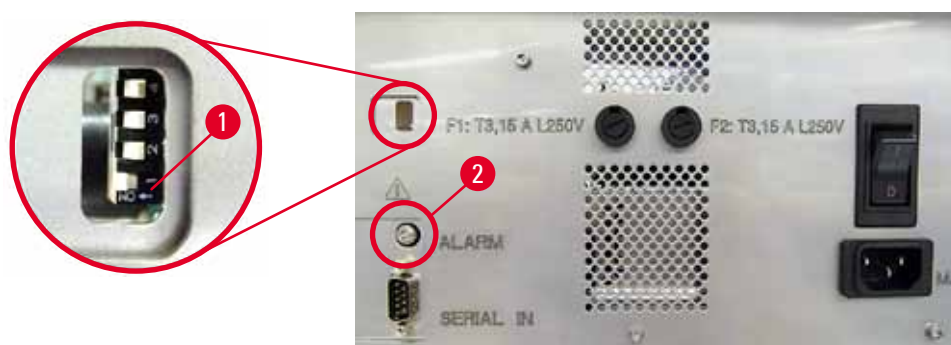

Fig. 40
- » Bipfunktionen kan deaktiveres ved at trykke på kontakten allernederst (→ "Fig. 40-1") til højre (→ "Fig. 40").